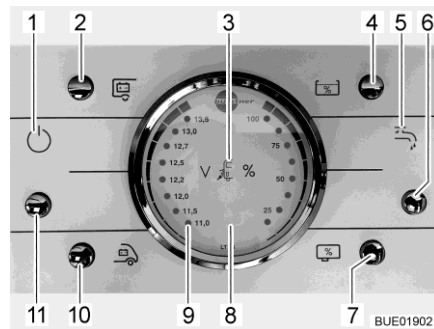

Bild 204 Panel LT 96
Knappen (Bild 204,11) kopplar till och från panelen och 12 V-försörjningen till bodelen.
Slå på: ■ Tryck på knappen (Bild 204,11): 12 V-försörjningen för bodelen är påslagen. Kontrollampan (Bild 204,1) lyser.
Slå från: ■ Tryck på knappen (Bild 204,11): 12 V-försörjningen för bodelen är avstängd. Kontrollampan (Bild 204,1) slocknar.
På instrument V/Tank (Bild 204,8) beakta vänstra skalan. Instrumentet belyses automatiskt, så snart en knapp trycks.
- Tryck på knappen (Bild 204,10): Startbatteriets spänning visas.
- Tryck på knappen (Bild 204,2): Bodelsbatteriets spänning visas.
På instrumentet V/tank kan vattennivån och avloppsvattennivån avläsas. På instrument V/Tank (Bild 204,8) beakta den högra skalan. Instrumentet belyses automatiskt, så snart en knapp trycks.
- Tryck på knappen (Bild 204,4): Vattenvolymen visas.
- Tryck på knappen (Bild 204,7): Avloppsvattenvolymen visas.
Slå på: ■ Tryck på knappen (Bild 204,6): Vattenförsörjningen är aktiverad. Kontrollampa vattenpump (Bild 204,5) tänds.
Slå från: ■ Tryck på knappen (Bild 204,6): Vattenförsörjningen är avstängd. Kontrollampa vattenpump (Bild 204,5) släcks.
Den röda varningslampan "ALARM" (Bild 204,9) blinkar så snart spänningen i bodelsbatteri har sjunkit till under 11 V (mätning under pågående drift) och risk för djupurladdning föreligger.
Kontrollampan 12 V (Bild 204,1) lyser då huvudbrytaren 12 V (Bild 204,11) är inkopplad.
230 V-kontrollampan (Bild 204,3) lyser när nätspänningen ligger på elblockets ingång.